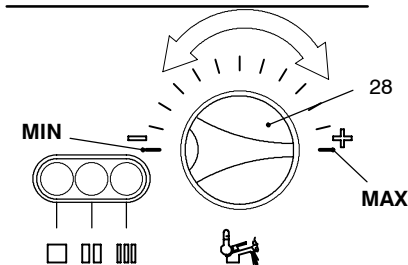

fig. 7.7
- 14 Ruotare la manopola di temperatura sanitari 28 al massimo fig. 7.7